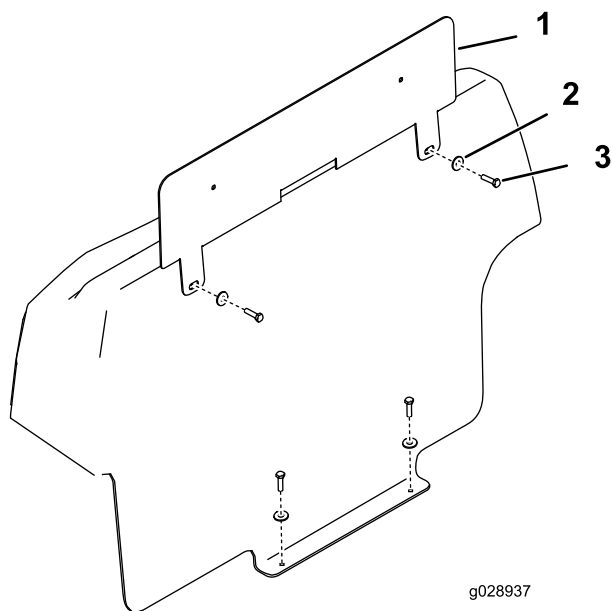

Figura 8
3. Instale el tabique y el soporte de la placa de matrícula usando los 4 pernos y las arandelas que retiró anteriormente (Figura 8).